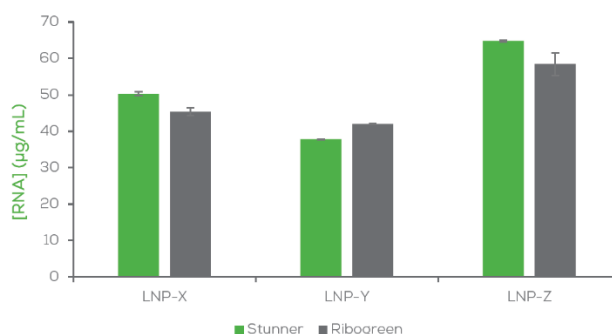

图 10: Ribogreen 和 Stunner 分布定量 mFLuc mRNA 浓度的比较。误差棒为三次重复的标准差
总 RNA 测量结果再次表明 RiboGreen 和 Stunner 的结果非常相似——Stunner 软件中的 RNA 分析物设置为 2 kb (图 10)。三次重复的 Stunner 数据的变异系数 (CV) 小于 1%, 显示了出色的精确度。RiboGreen 数据的 CV 在 0.2% 到 5.2% 之间。